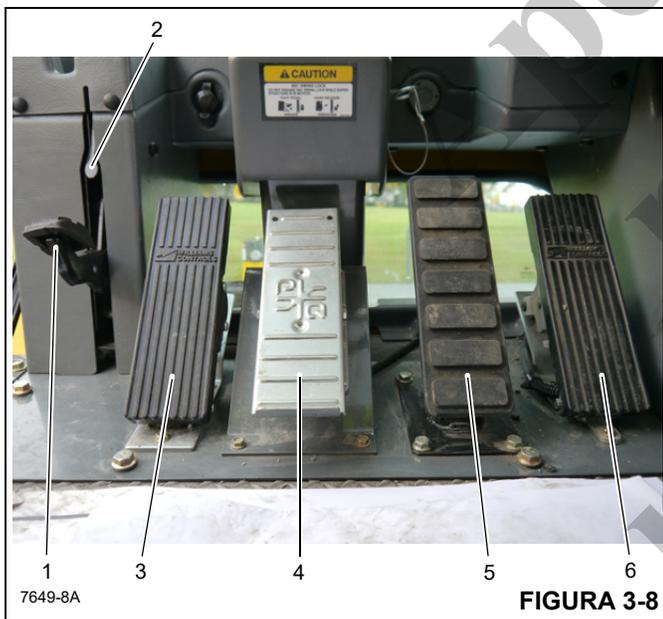

FIGURA 3-8
O pedal da trava de giro de 360° (1) (Figura 3-8) está localizado no lado esquerdo do piso da cabine. O pedal ativa a trava de giro para impedir que a superestrutura gire. Para liberar a trava de giro, puxe para cima a alavanca de liberação da trava de giro de 360° (2).
O pedal do freio de giro (3) (Figura 3-8) localiza-se no lado esquerdo do piso da cabine. Ele ativa o freio de giro para desacelerar ou parar o movimento de giro. A frenagem aumenta ou diminui proporcionalmente à pressão do pé aplicada no pedal.
O pedal de controle do movimento telescópico (4) (Figura 3-8) está localizado na parte central do piso da cabine. Pressionar a parte superior do pedal estende a lança. Pressionar a parte inferior do pedal retrai a lança.
O pedal do freio de serviço (5) (Figura 3-8) é o segundo pedal a partir da direita no piso da cabine. Pressionar o pedal controla o acionamento dos freios de serviço.
O pedal do acelerador (6) (Figura 3-8) localiza-se no lado direito do piso. Ele controla a rotação do motor, que aumenta ou diminui proporcionalmente com a pressão do pé aplicada no pedal. O pedal é conectado eletricamente ao módulo de controle da superestrutura, que envia o sinal ao ECM do motor através do link de dados J1939.